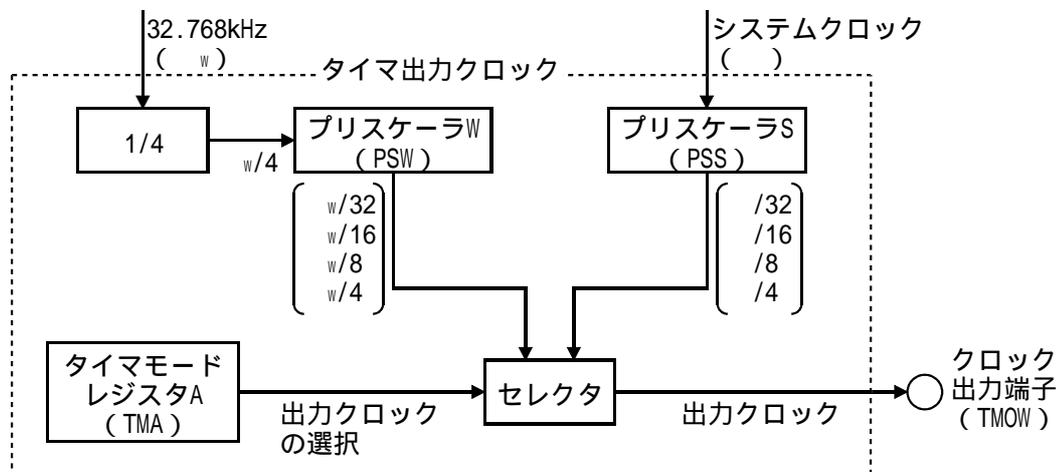

図1 タイマAクロック出力機能ブロック図
- (1) 本タスク例では、タイマAクロック出力機能を使用して、TMOW出力端子よりクロック出力を行いません。図1にタイマAクロック出力機能のブロック図を示します。以下にタイマAクロック出力機能のブロック図について説明します。